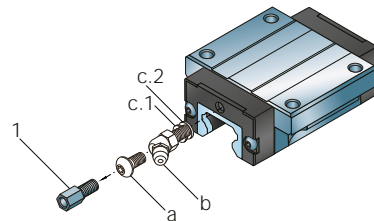

Abb. 33
1. Entfernen Sie den Schmiernippel (b) und die Unterlegscheiben (c.1 und c.2), oder den Gewindestift (a) (↳ **Abb. 33**)
2. Bringen Sie den Schmieranschluss (1) an.